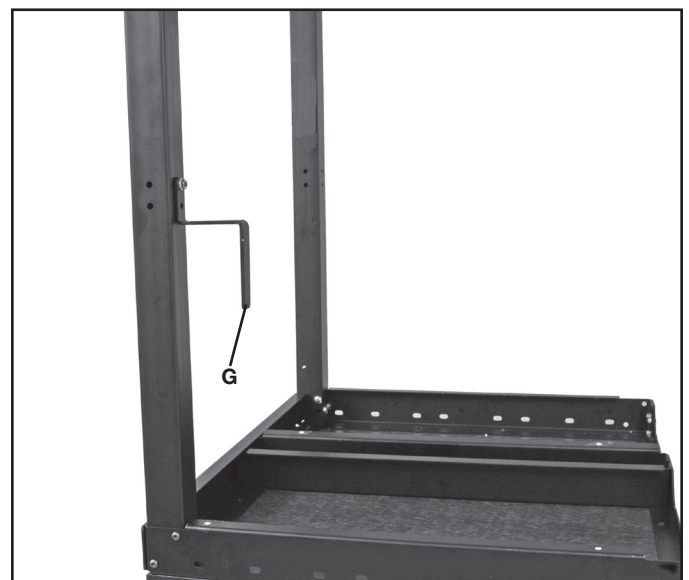

FIG. 4
Fixer les deux porte-guides — dont l'un est illustré à (G) fig. 4 — aux pattes avec quatre vis d'assemblage à tête ronde à 6 pans creux de 1/4-20 x 64 mm (2 1/2 po) et quatre écrous à embase de 1/4-20 (F).
**REMARQUE :** pour installer le tiroir de rangement d'accessoires sur une table qui sera munie d'un guide de 914 mm (36 po), les porte-guides doivent être installés du côté opposé de la patte comme l'illustre la fig. 4. Le porte-guide doit être placé vers l'extérieur de façon à ce qu'il ne se trouve pas sous la planche de banc quand elle sera tournée à l'endroit.